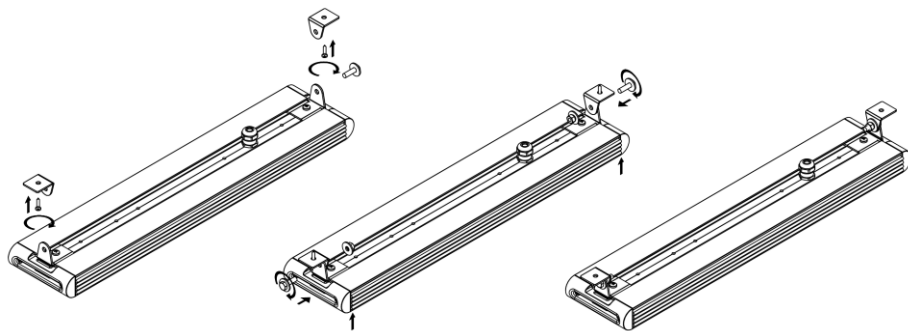

Рисунок 15 — Установка светильника при помощи крепления Уголок для накладного монтажа.
5.12.4. Закрепите ответную часть крепления на монтируемой поверхности (см. рисунок 15).